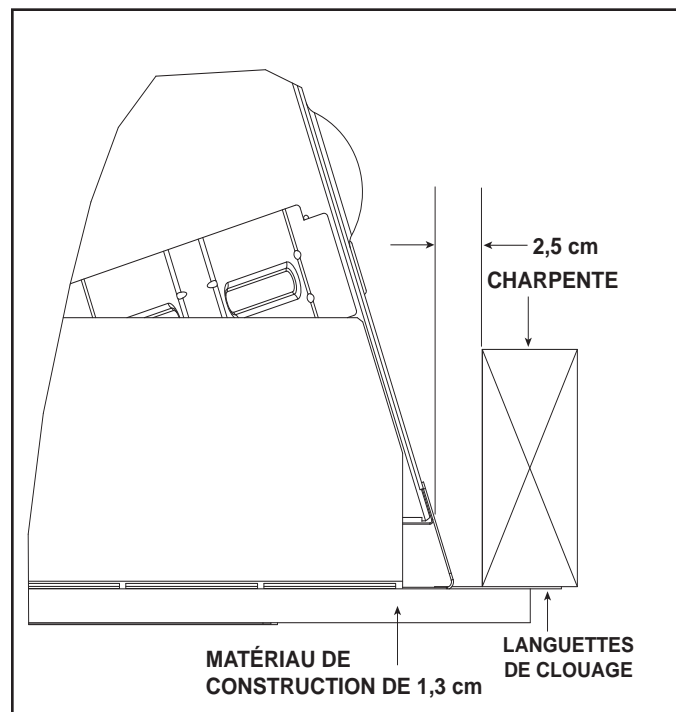

Figure 13.2 Détail de finition du côté frontal
2. Vissez chaque languette de clouage dans le matériau de la charpente adjacente. Le dégagement d'air libre doit être maintenu sur les côtés du foyer. Voir la Figure 13.2.